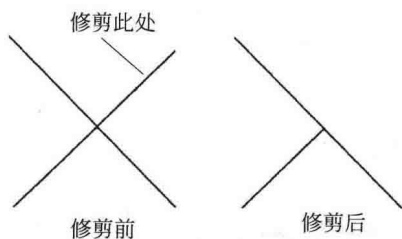

图 1-20 快速修剪
- 快速修剪: 单击“快速修剪”按钮 , 选取修剪的曲线, 将所选定的曲线修剪到最近的交点或选取边界点, 如图 1-20 所示。